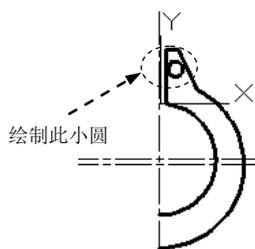

图 17.2.11 绘制小圆
Step7. 绘制图 17.2.11 所示的小圆。选择 **绘图(D)** → **圆(C)** → **圆心、直径(D)** 命令，输入圆心点坐标值 (8.3,18.8) 后按 Enter 键，输入直径值 8 后按 Enter 键。